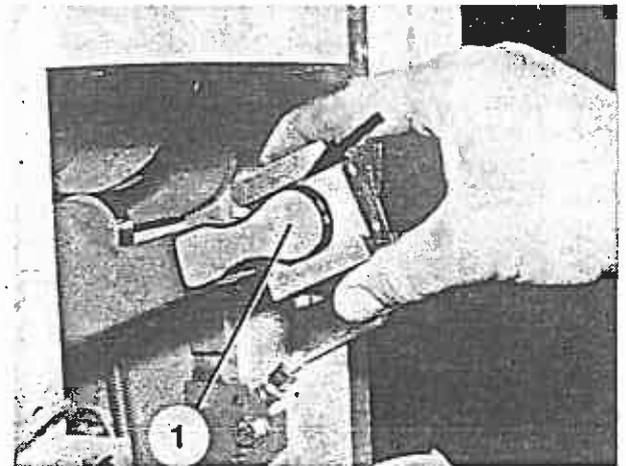

Bild 143
9. Die vier Gleitflächen gleichmäßig nacharbeiten. Gleitstein mit den Befestigungsschrauben nach unten weisend auf den Hebel (Bild 143/1) aufschieben und mit einer Fühlerlehre das Spiel zwischen Gleitstein und Hebel ermitteln (Bild 143/Pfeil).
11. Anlagefläche (Bild 145/Pfeil) der Gleitsteinplatte um das ermittelte Spielmaß nacharbeiten. Anschließend prüfen, ob sich der zusammenmontierte und eingefettete Gleitstein spielfrei auf dem Hebel (Bild 143/1) bewegen läßt.